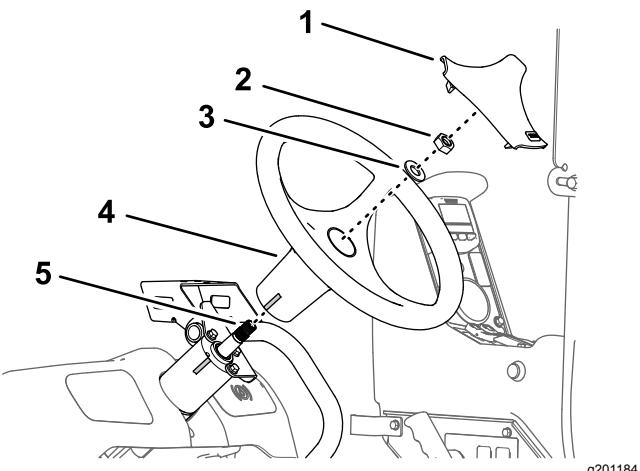

图165
1. 将方向盘上的胶带标记与转向阀壳体上的胶带标记对齐图165。
2. 使用在 拆卸方向盘 \(页码 60\) 的步骤 3 中卸下的垫圈 $\frac{5}{8}$ 英寸和螺母 $\frac{5}{16}$ 英寸将方向盘安装到转向阀的轴上 图165。